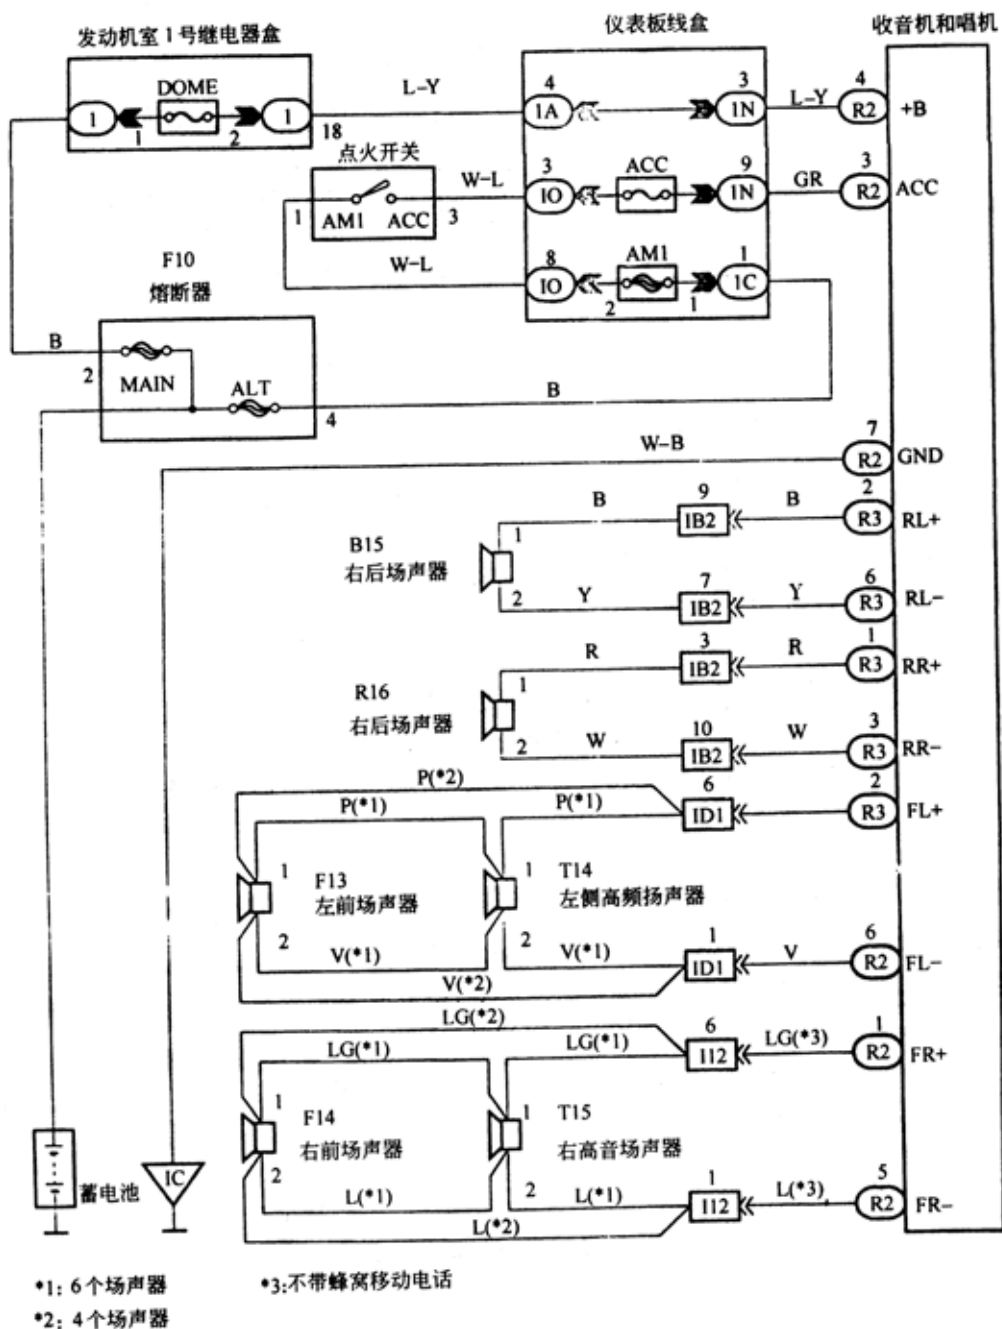

图 9-166
1) 电路图(如图 9-166 所示)。
1)电路图(见图9-166)。